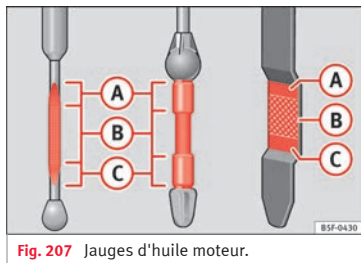

Fig. 207 Jauges d'huile moteur.
La jauge d'huile moteur indique le niveau d'huile moteur. » **fig. 207.**
- Le niveau d'huile ne doit jamais dépasser la zone **A** » **fig. 207.** Risque